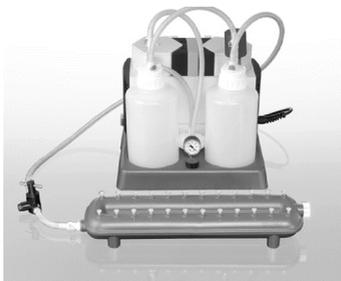

Figure 2. QIAvac 24 Plus, QIAvac Connecting System et pompe à vide.
Le traitement des colonnes QIAamp Mini sur le QIAvac 24 Plus s'effectue à l'aide de VacConnectors jetables et de VacValves réutilisables. Les VacValves (facultatives) sont insérées directement dans les emplacements luer du collecteur QIAvac 24 Plus. Elles garantissent la stabilité du débit, simplifiant le traitement en parallèle de différents volumes d'échantillons. Il est recommandé de les utiliser si les débits d'échantillons diffèrent notablement pour assurer un vide homogène. Les VacConnectors sont des connecteurs jetables qui se placent entre les colonnes QIAamp Mini et les VacValves ou entre les colonnes QIAamp Mini et les emplacements luer du QIAvac 24 Plus. Ils empêchent tout contact direct entre la colonne de centrifugation et la VacValve pendant la purification, évitant ainsi toute contamination croisée entre les échantillons. Les VacConnectors ne peuvent resservir et doivent être jetés après utilisation. En raison des grands volumes de solutions utilisés, il est nécessaire d'utiliser le QIAvac Connecting System (ou un montage équivalent avec des flacons à déchets ; voir Figure 2).
- La pression du vide correspond à la différence de pression entre l'intérieur du collecteur à vide et l'atmosphère (pression atmosphérique normale, soit 1 013 millibars ou 760 mm Hg). Elle peut être mesurée à l'aide du QIAvac Connecting System (voir Figure 2). Les protocoles requièrent l'utilisation d'une pompe à vide capable de produire un vide de -800 à -900 mbar (p.ex. QIAGEN Vacuum Pump). Il faut éviter les pressions du vide supérieures. L'utilisation de pressions du vide inférieures aux pressions recommandées peut réduire la quantité et la pureté des acides nucléiques et accroître le risque d'obstruction des membranes.